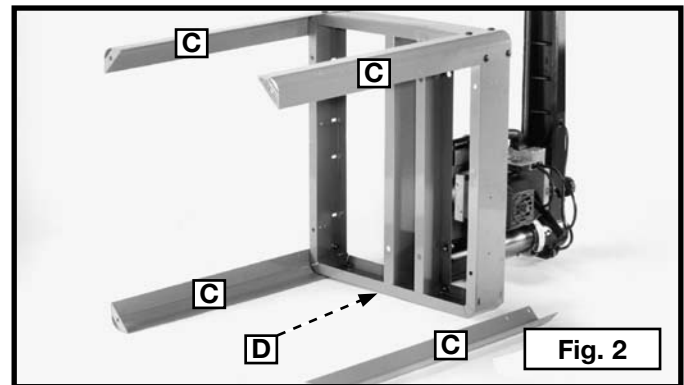

Fig. 9
3. Placer la planche avant du banc (A) Figure 9 sur le socle de la scie (G) de façon à ce que les supports du banc (B) soient écartés du socle (G) et que les trois trous (H) dans